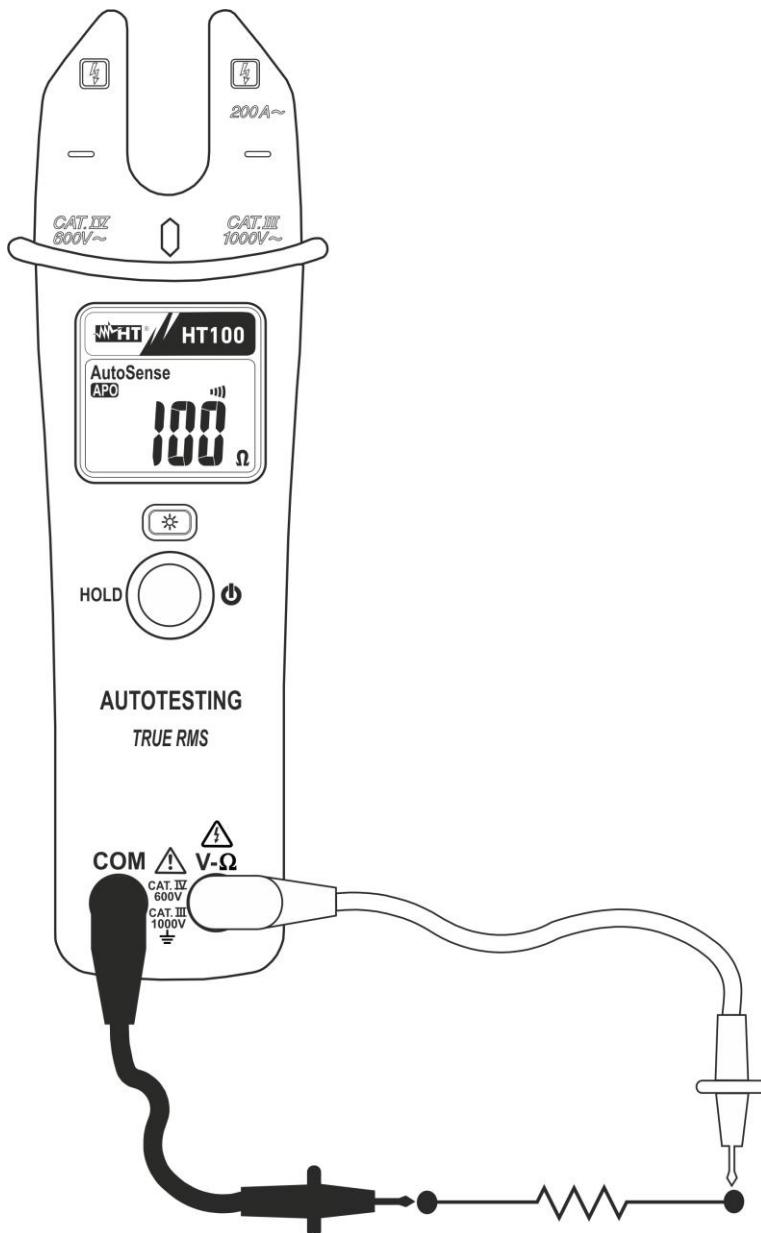

Fig. 5 : Utilisation de la pince pour mesure de résistance
2. Positionner les embouts sur les points désirés du circuit sous test (voir Fig. 5). La valeur de résistance sera affichée à l'écran.